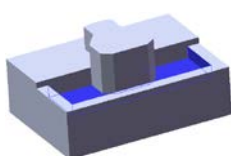
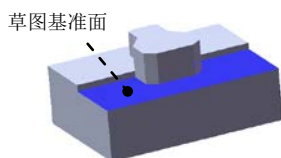

图 16.2.9 切除—拉伸 1
图 16.2.10 草图基准面
Step5. 创建图 16.2.9 所示的切除—拉伸 1。
(1) 选择命令。选择下拉菜单 **插入(I)** → **切除(C)** → **拉伸(E)...** 命令。
(2) 定义特征的横断面草图。
① 定义草图基准面。选取图 16.2.10 所示的表面作为草图基准面。